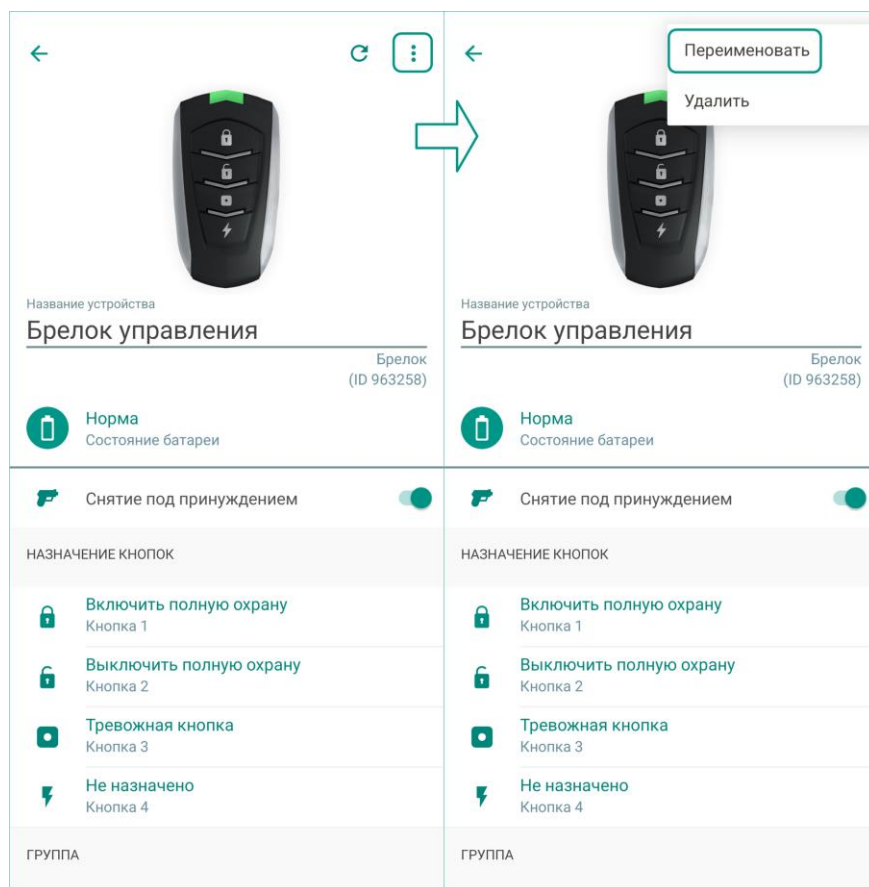

Рисунок 10.3 — Вызов меню на экране настройки радиоустройства
1. Откройте экран настройки радиоустройства в приложении (см. рисунок 10.3).